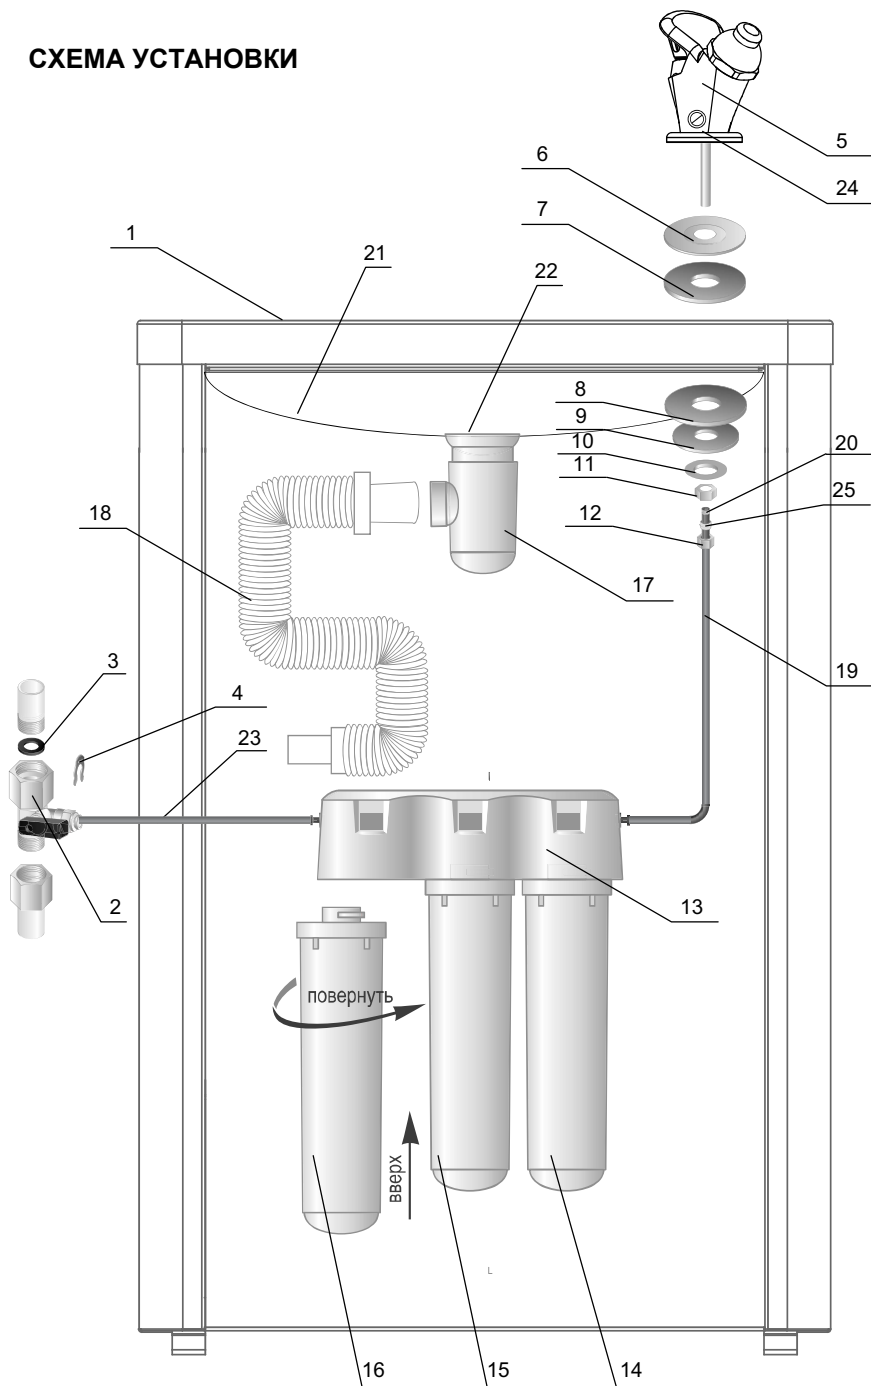

Рис. 1
Схема установки Водоочистителя Фонтанчик изображена на рис. 1.
- Определите удобное место установки узла подключения (2) к водопроводу (см. рис. 1). Обратите внимание, чтобы соединительные трубки проходили свободно, без изломов. Свободные участки трубок следует закрепить так, чтобы их нельзя было повредить или выдернуть из соединений посторонними предметами.